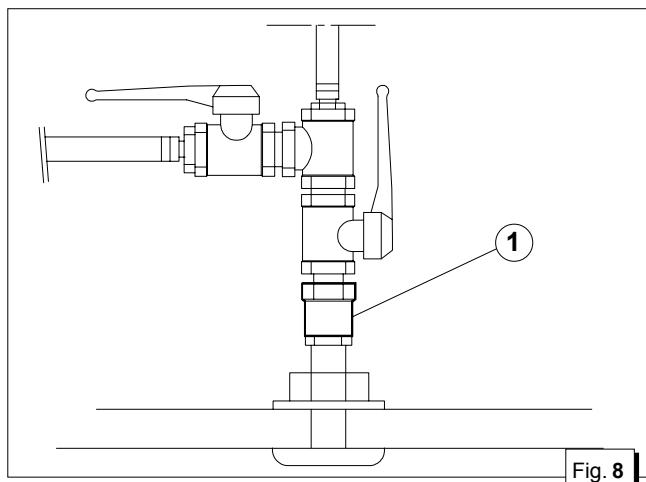

Fig. 8
Nel caso il gruppo venga installato ad un'altezza superiore ad 1 Mt. sopra la linea di galleggiamento, è necessario montare una valvola di non ritorno dopo la presa a mare (fig. 8 rif. 1) che impedisce lo svuotamento del circuito acqua a motore spento. In caso di svuotamento, durante l'avviamento si può danneggiare la girante della pompa acqua; per lo stesso motivo all'atto del primo avviamento del gruppo, è necessario provvedere al riempimento manuale del tubo di aspirazione dalla valvola alla pompa.
If the unit is installed more than 1 metre above the water-line, a check valve should be fitted after the sea intake (fig. 8, ref. 1) to prevent the water circuit emptying when the motor is off. If this empties, the rotor of the water pump might be damaged during start up; for the same reason, when the unit is first started up, the suction tube from the valve to the pump should be filled manually.
Si le groupe est installé à une hauteur supérieure à 1 mètre au dessus de la ligne de flottaison, il faut monter une soupape de non-retour après la prise en mer (figure 8, rèf. 1) qui empêche la vidange du circuit de l'eau lorsque le moteur est éteint. En cas de vidange, on peut endommager, durant le démarrage, la roue de la pompe à eau; c'est la raison pour laquelle il faut remplir manuellement le tube d'aspiration de la soupape à la pompe lors du premier démarrage du groupe.